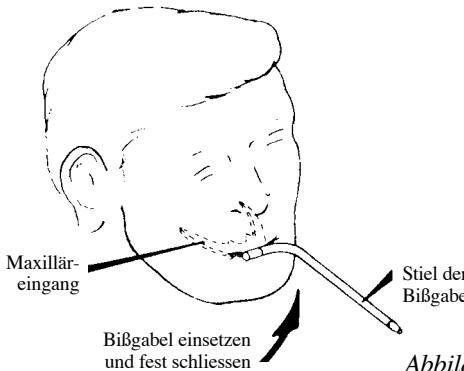

Abbildung 8
5. Die vorbereitete Bißgabel akkurat am Patienten anbringen, ggf. zwei Watterrollen zwischen die mandibuläre Okklusaloberfläche und die Unterseite der Bißgabel legen (siehe Abbildung 8). Ein wenig Vaseline leicht auf das Stielende der Bißgabel auftragen.